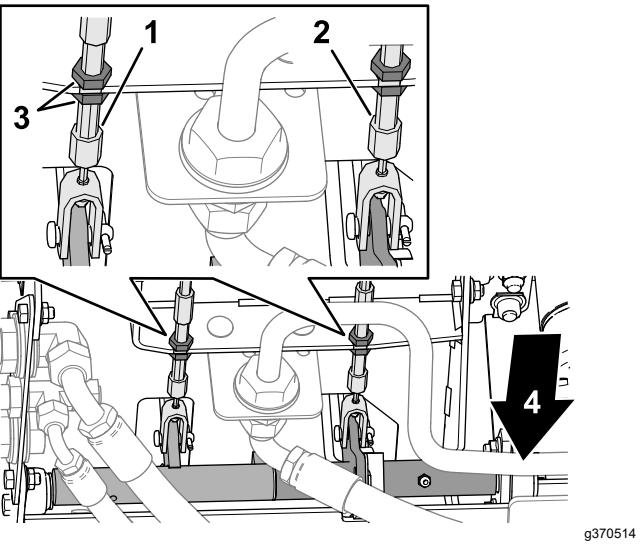

Рисунок 160
3. Ослабьте переднюю контргайку на резьбовом конце троса тормоза (Рисунок 160).